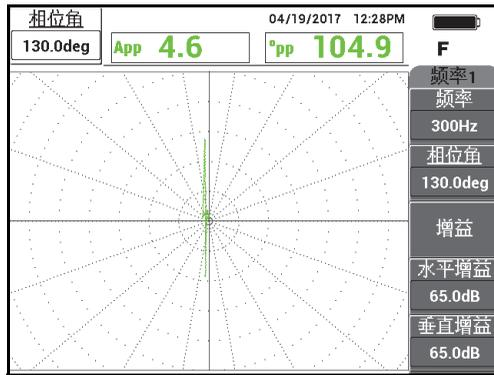

图 5-228 调节信号的相位
- 按相位角键 (  ), 然后旋转信号, 直到孔的信号变成垂直方向 (参见第 271 页的图 5-228)。